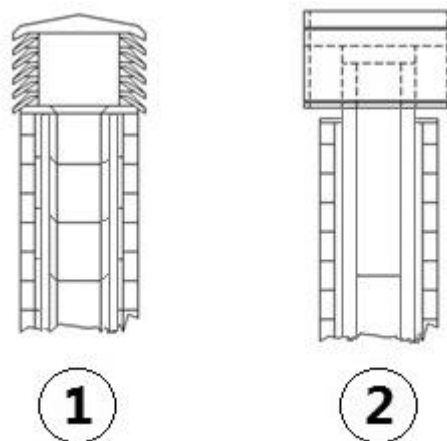

Fig. 5 - Schornstein mit Windschutz
- Es wird ein Schornstein mit Windschutz empfohlen, siehe **Fig. 5**.
- Externer Rauchabzug, nur aus isolierten Stahlrohren realisiert, d.h. mit Doppelwand mit min. $\varnothing 100/120$ mm: alles gut an der Wand verankert. Mit Windschutz-Schornstein (siehe Fig. 5).